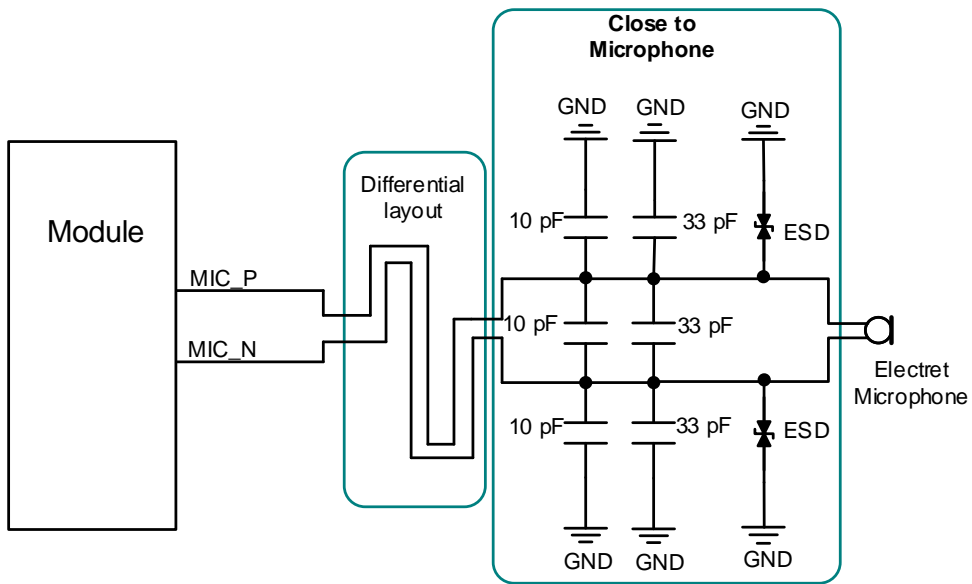

图 26: 不带偏置电路麦克风接口参考电路图
- 若选择不带 GNSS 功能的模块，则无需增加外部麦克风偏置电路，此时模块支持双 USIM 卡功能。可参考图 26 来设计麦克风接口电路。